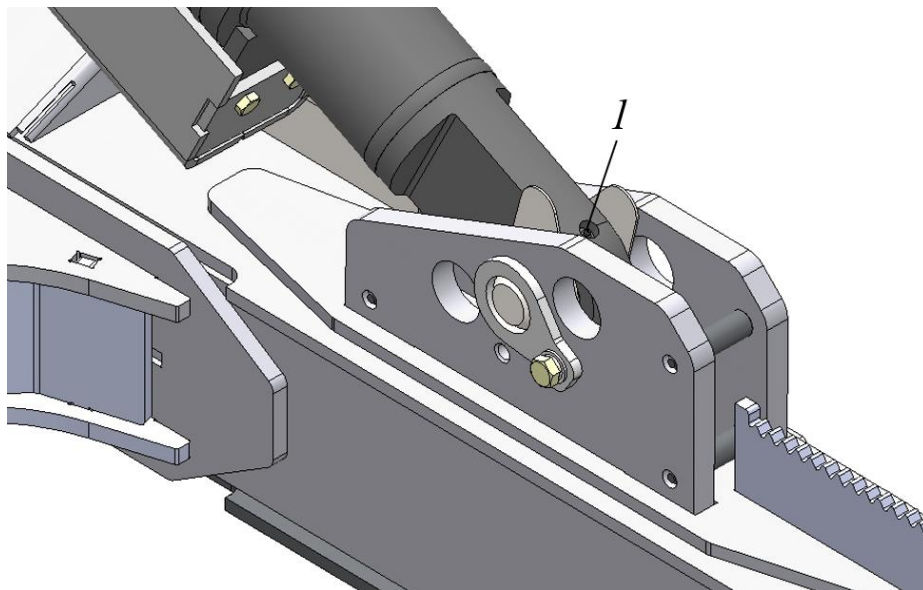
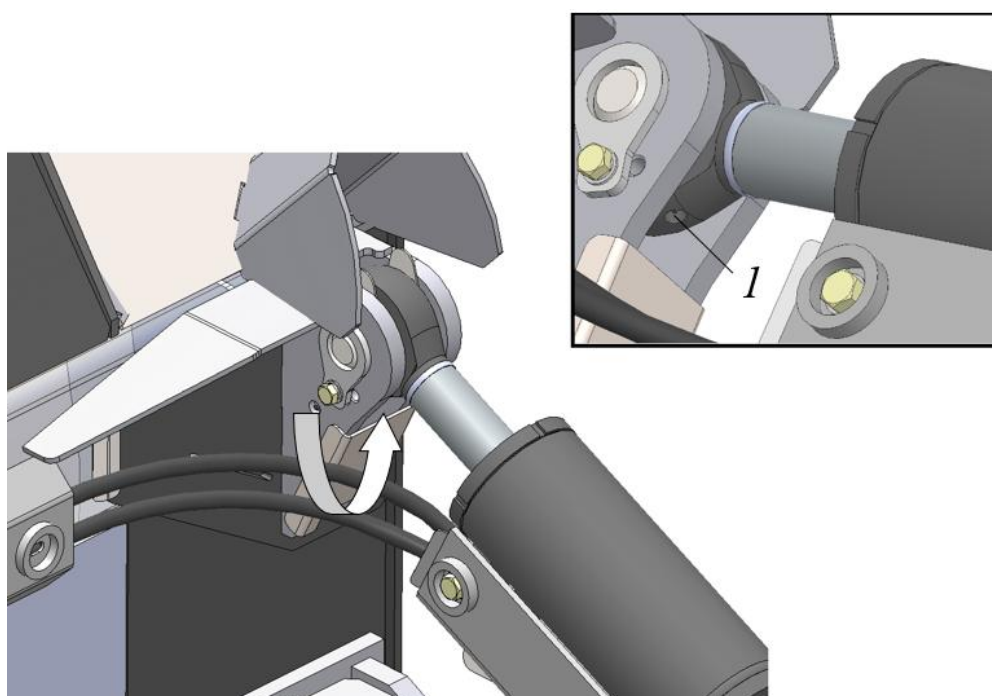

Рисунок 5.97. Смазка подшипника гидроперекоса
Рисунок 5.98. Смазка подшипника гидроперекоса
- ▶ Рычажно-плунжерным шприцом через пресс-масленку 1, рис. 5.97 и рис. 5.98, прошприцевать подшипник гидроперекоса до выхода чистой смазки из зазоров.